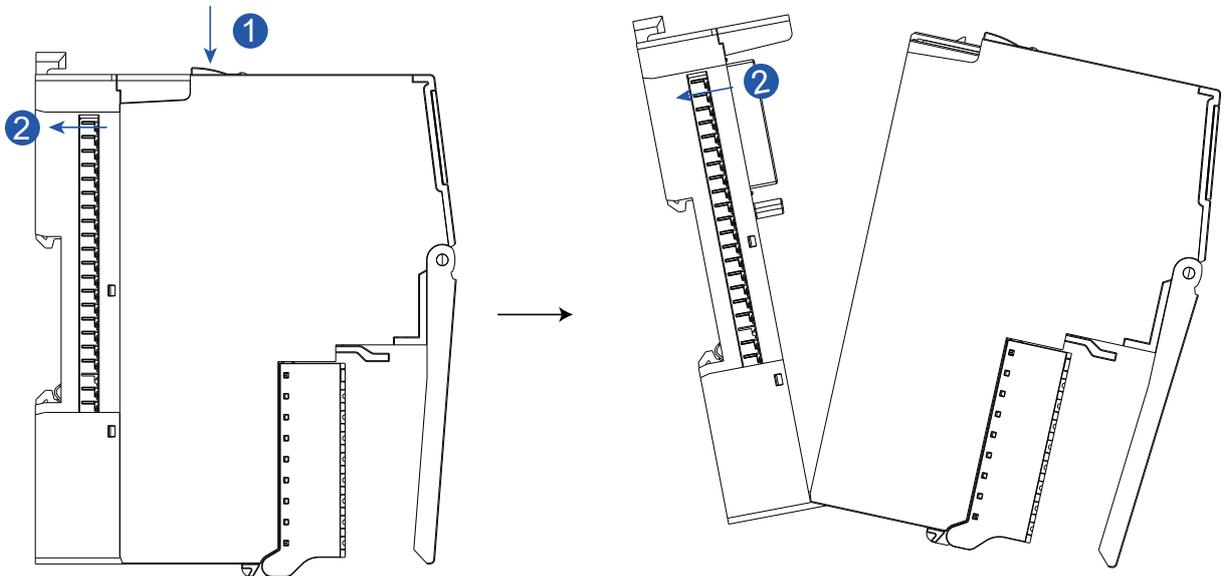

图 9-6 拆卸 I/O 模块
1. 一只手按下解锁按钮，如图 9-6 中 ① 所示；另一只手握住基座，沿 ② 所示方向轻轻向外拉；